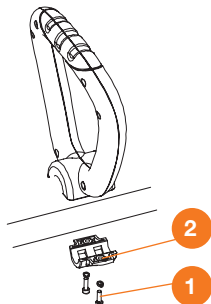

Рис. 6
1. Открутите винтовые зажимы крепления рукоятки **1** (Рис. 6).
- Установите нижнюю часть крепления рукоятки ② на верхнюю часть штанги и закрепите рукоятку с помощью винтов.